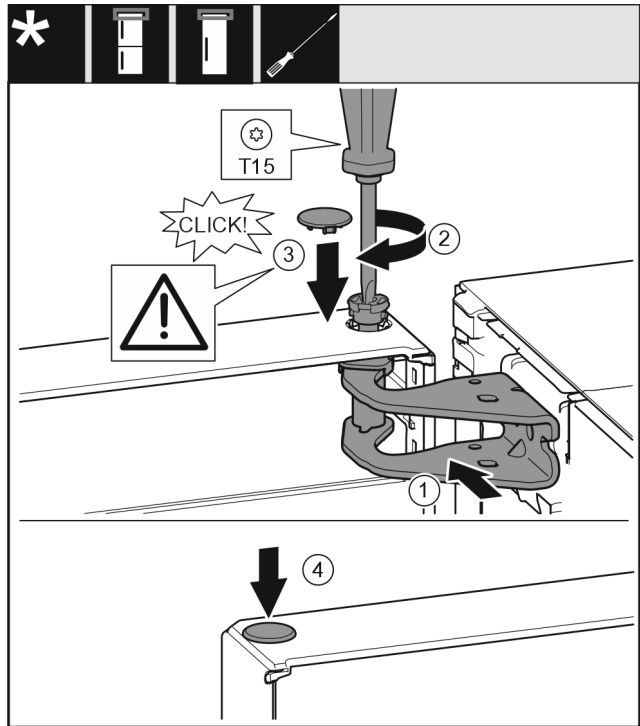

Fig. 19
- ▶ Rikta in dörren upptill så att den passar öppningen i lagerbocken. Fig. 19 (1)
- ▶ Sätt i bulten och skruva fast den med en torxskruvmejsel T15. Fig. 19 (2)
- ▶ Montera blindpluggen för dörrens låsbult: Sätt in blindpluggen och kontrollera att den är i jämnhöjd med dörren. Annars ska bulten sättas in helt. Fig. 19 (3)
- ▶ Sätt i pluggen. Fig. 19 (4)